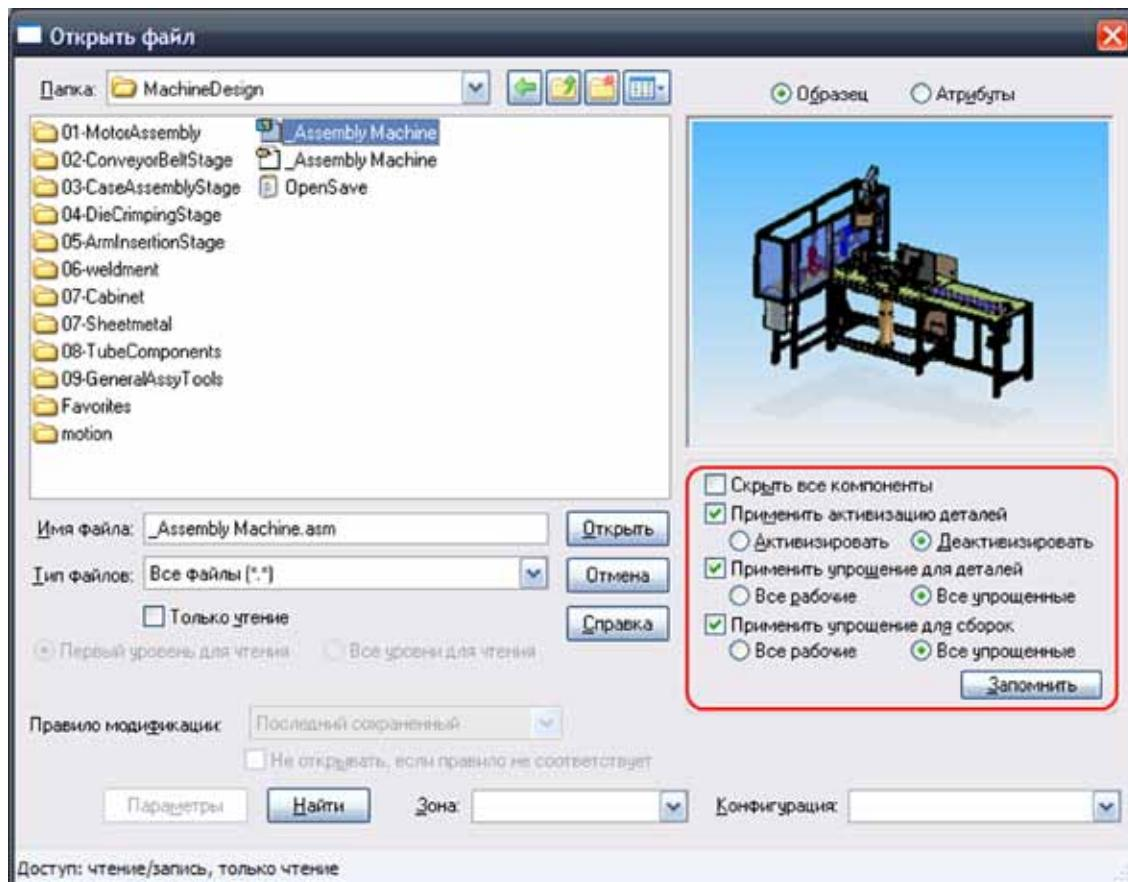

Рисунок 10. Параметры управления производительностью в диалоге открытия сборки
- Гибкий диалог загрузки сборки. Solid Edge предлагает несколько параметров в диалоге открытия сборки, специально предназначенных для управления производительностью при открытии больших сборок (Рисунок 10). Конструктор может выбрать заранее опреде-